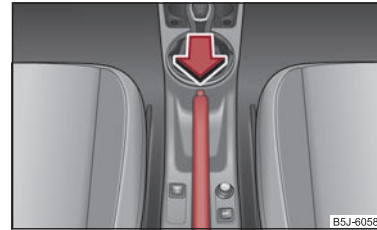

Abb. 97 Mittelkonsole: Handbremse
- Ziehen Sie den Handbremshebel etwas hoch und drücken Sie **gleichzeitig** den Sperrknopf ⇒ Abb. 97 hinein.